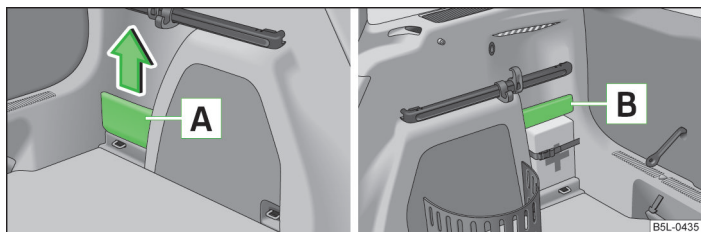

Fig. 82 Bagagliaio: scomparti portaoggetti
La copertura dello scomparto laterale **A** » fig. 82 può essere estratta, ampliando così il bagagliaio.
➤ Afferrare la copertura sul lato superiore **A** ed estrarla con prudenza nella direzione indicata dalla freccia » fig. 82.
- Lo scomparto estraibile **A** » fig. 82 sul lato sinistro è previsto per la conservazione di piccoli oggetti fino a un peso di 1,5 kg.
- Lo scomparto **B** » fig. 82 sul lato sinistro è previsto per la conservazione di piccoli oggetti fino a un peso di 0,5 kg.